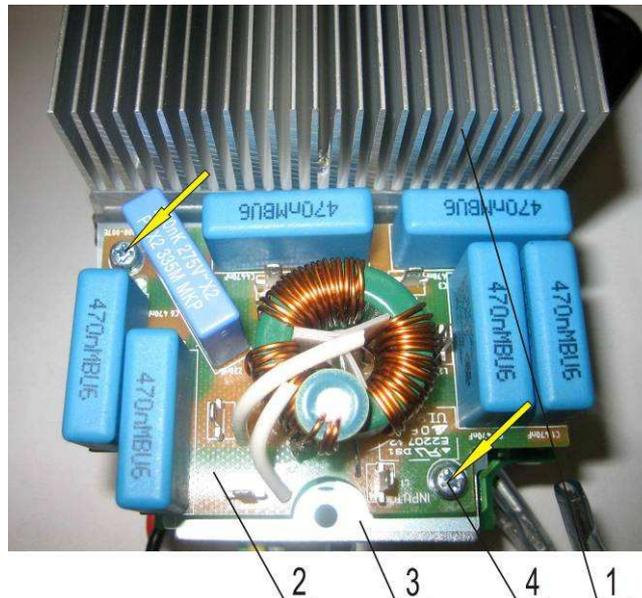

Рис. 7.2
7.1.2. Перевернуть сборку так, чтобы радиатор 1 находился вверху (рис. 7.2).